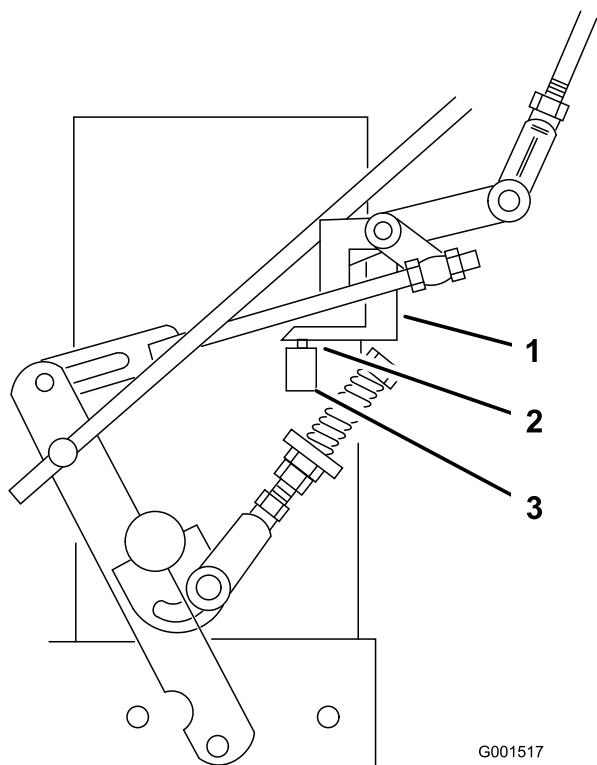

Figura 36
7. Compruebe que el interruptor de seguridad está oprimido y que queda un espacio de 8 mm (5/16 pulg.) entre la barra accionadora y el interruptor. (Figura 36).
8. Si es necesario, ajuste la posición del interruptor para crear el espacio de 5/16 pulgadas (8 mm) (Figura 36).